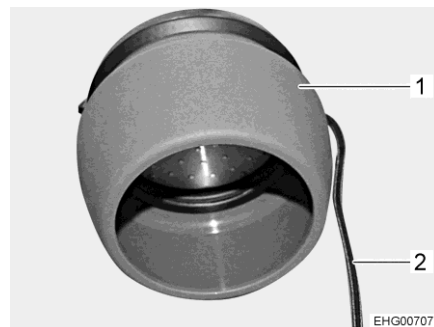
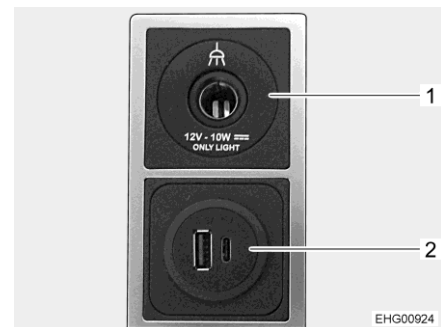

Bild 75 Pendelleuchte
Bild 76 Kombisteckdose für Leuchten und USB
- Pendelleuchte (Bild 75,1) am gewünschten Ort anbringen.
- Kabel (Bild 75,2) der Pendelleuchte in nächstgelegene Kombisteckdose 12 V/USB (Bild 76,1) stecken.